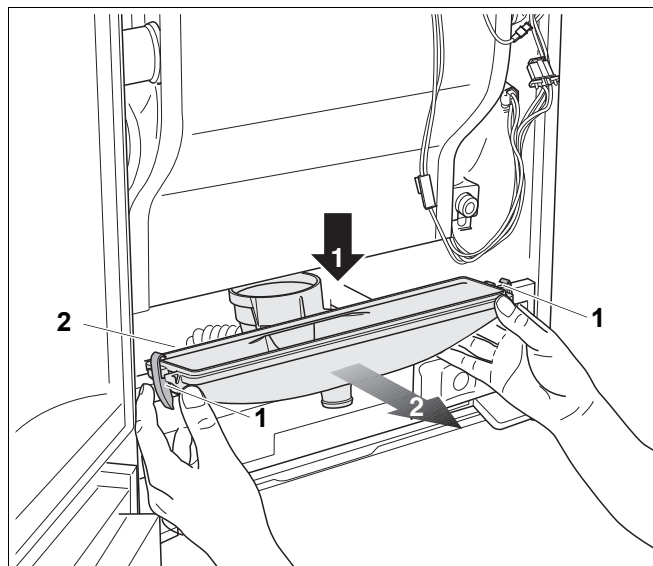

Fig. 115 Scoateți vana de condensat
- Deschideți cele 2 clame din stânga și din dreapta de dedesubtul vanei de condensat (fig. 115, poz. 1).
- Trageți vana de condensat în jos (fig. 115, etapa 1) și scoateți-o înspre în față (fig. 115, etapa 2).
- Verificați garnitura dintre vana de condensat și schimbătorul de căldură (fig. 115, poz. 2) din punct de vedere al stricăciunilor și dacă este cazul schimbați-o.